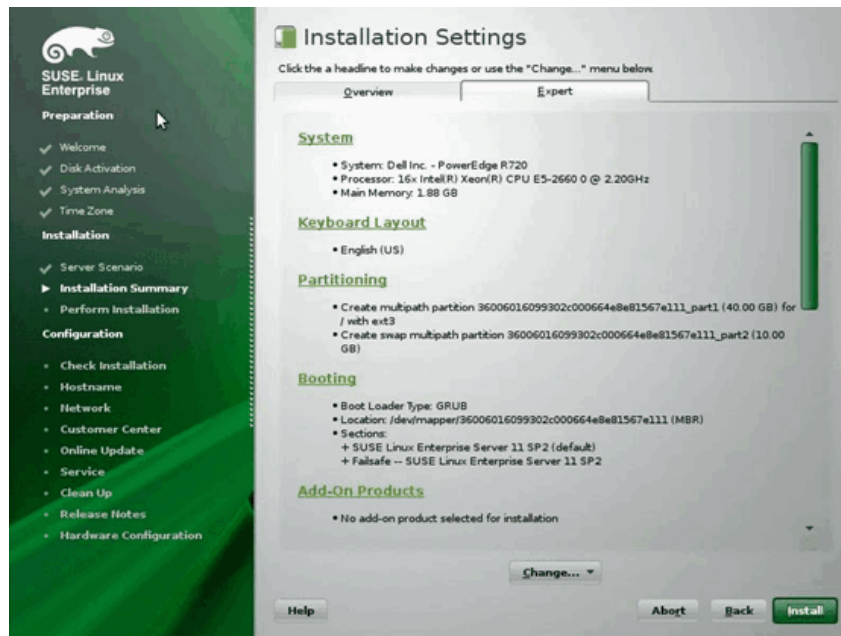

Ilustración 13-19. Configuración de instalación
12. En la página Expert (Experto) de la ventana Installation Settings (Configuración de la instalación), seleccione **Booting** (Inicio) (Ilustración 13-19).